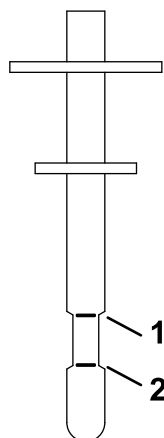

Figure 62
7. Remettez la jauge dans le goulot de remplissage, puis ressortez-la et contrôlez le niveau de liquide (Figure 62).